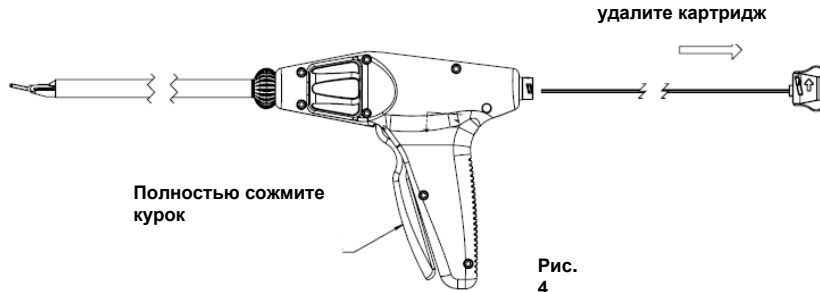

Рис. 4
1. Удалите одноразовый картридж прижатием курка к ручке как показано на Рис. 4. Если не все клипсы были использованы, нажатие ручки и удаление картриджа приведет к освобождению клипсы. В этом случае, постарайтесь прикрепить клипсу к чему-либо, например, материи, поскольку загрязненная клипса может упасть на пол, застрять в браншах инструмента, либо упасть внутрь инструмента, и вызвать блок инструмента и нарушение безопасности функционирования инструмента. (Этот этап служит как предупреждение на этапах "Очистки и стерилизации". Microline не отвечает за какие-либо повреждения, происшедшие в результате несоблюдения этого правила.).